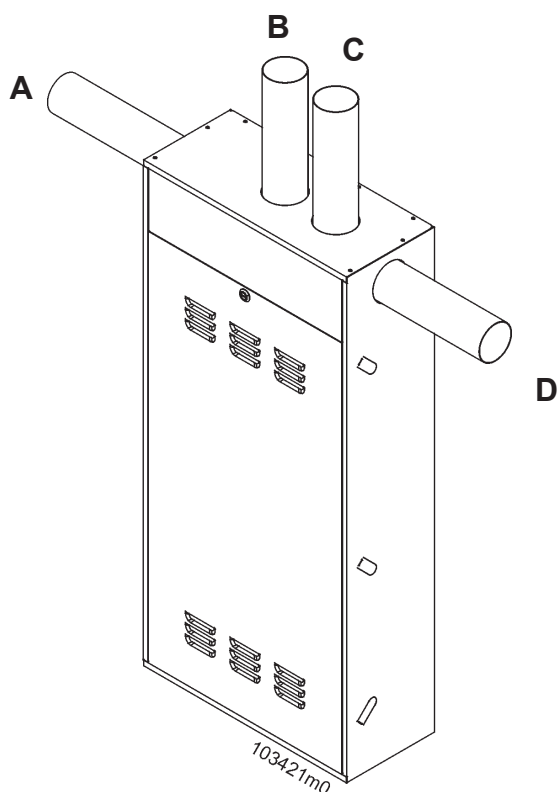

Figura 22 - Possibilità di orientamento dello scarico e della aspirazione con condotto separato.
In figura 22 sono mostrate le possibilità di scarico/aspirazione con sistema sdoppiato.
Le combinazioni che si possono ottenere con lo scarico/aspirazione sono (fare riferimento alla figura 22):
- scegliere il lato della caldaia dal quale si vogliono scaricare i fumi ed aspirare l'aria (vedi figura 22);